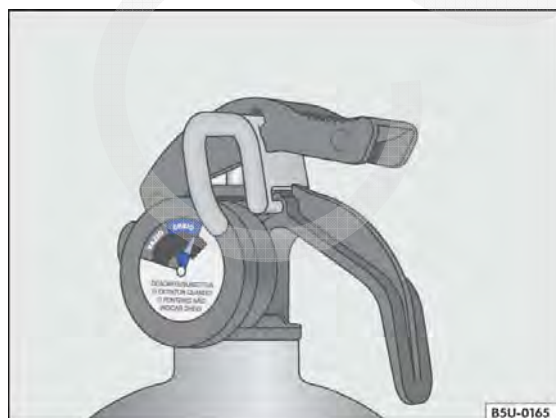

Fig. 153 No extintor de incêndio: indicador de carga (manômetro).
- Carga - o ponteiro deve estar na faixa verde do manômetro (carregado) → Fig. 153.